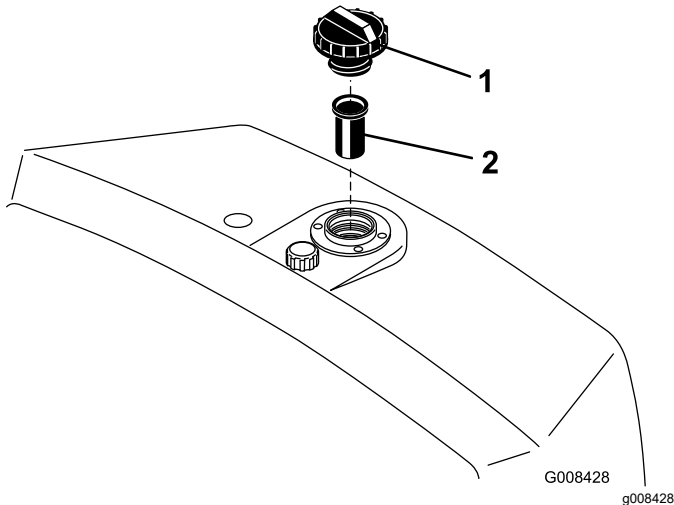

Figure 50
2. Retirez le bouchon du réservoir et vérifiez le niveau d'huile. L'huile doit arriver au bas de la crépine dans le goulot de remplissage (Figure 50).